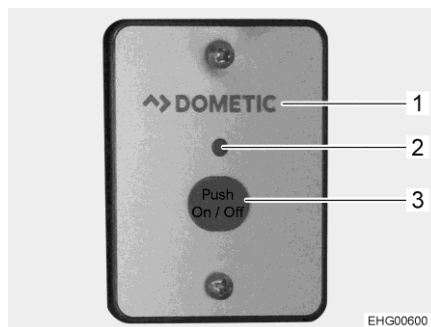

Fig. 151 Interruptor externo (ondulator)
El interruptor externo (Fig. 151,1) está instalado en el armario de pared encima de la mesa.
- Conectar:* ■ Pulsar la tecla "On/Off" (Fig. 151,3). El LED (Fig. 151,2) está iluminado.
- Desconectar:* ■ Pulsar la tecla "On/Off" (Fig. 151,3). El LED (Fig. 151,2) se apaga.